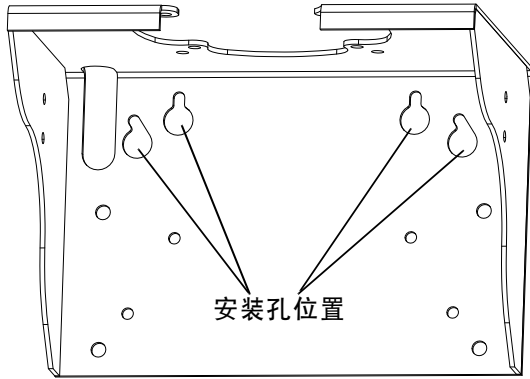

图 27: 壁式安装孔位置图
2. 确保使用壁式机架作为模板进行水平壁式安装。为安装螺栓钻四个直径为 7/16 英寸 ( 11 毫米 ) 的安装孔。请参见图 27 了解安装孔紧固件的位置。